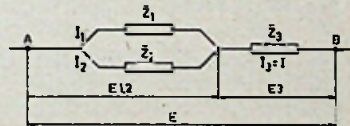

Fig. 27
C. Gemengde schakeling (zie fig. 27)
Wij geven in fig. 27 een algemeen voorbeeld van gemengde schakeling en wel Z_1 en Z_2 parallel in serie met Z_3 .
De gang van zaken is in het algemeen als volgt: eerst de parallelimpedanties samenstellen en daarna de serieschakelingen. Dus in fig. 27.